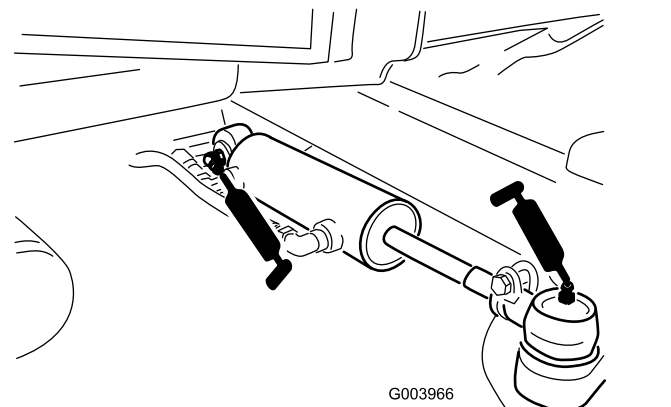

Figure 70
- Rotules de vérin de direction (2) (Figure 70)